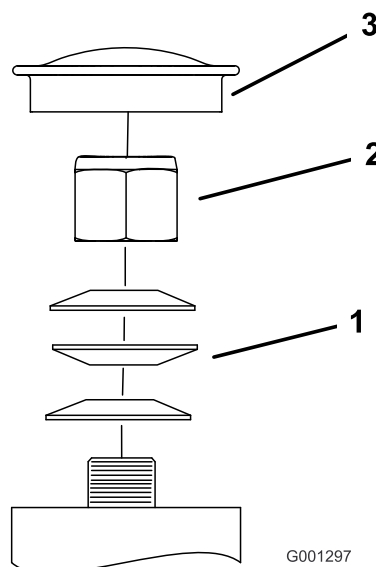

Figura 69
3. Retire el tapón guardapolvo de la rueda giratoria y apriete la contratuerca (Figura 69).
4. Apriete la contratuerca hasta que las arandelas de muelle estén planas, luego afloje 1/4 de vuelta para establecer la pre-carga correcta de los cojinetes (). Figura 69
Importante: Asegúrese de que las arandelas de muelle están correctamente instaladas, según se muestra en Figura 69.
5. Coloque el tapón guardapolvo (Figura 69).